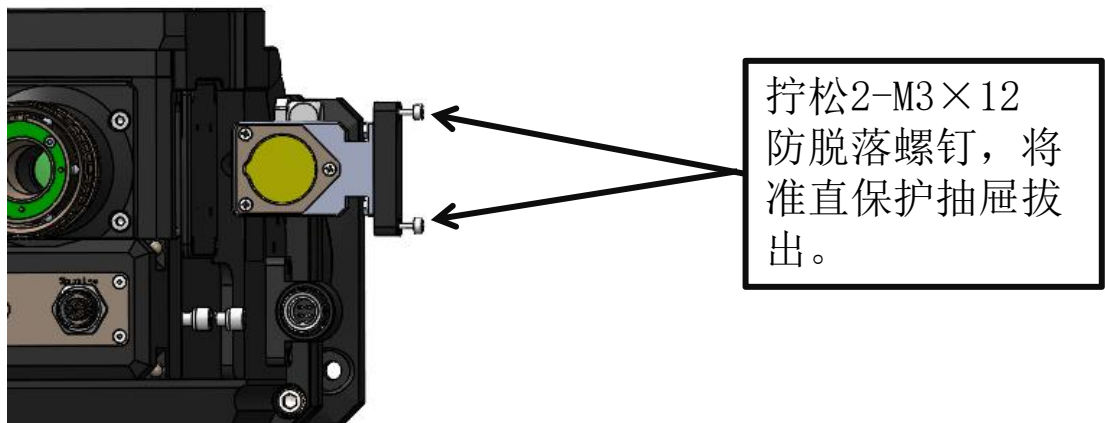
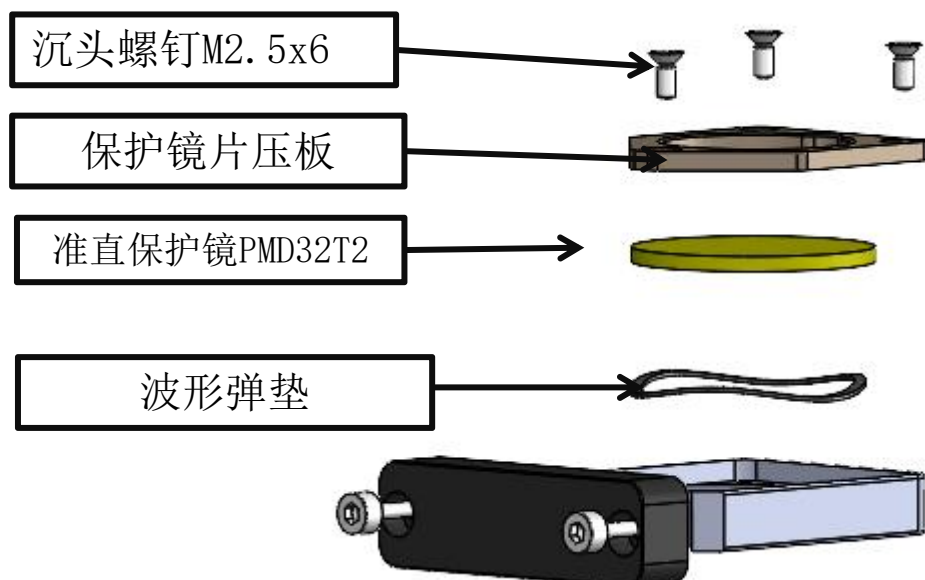

图4.4
图4.5
5.1.1 准直保护镜的拆装，拆装方法如下图4.4、图4.5所示。